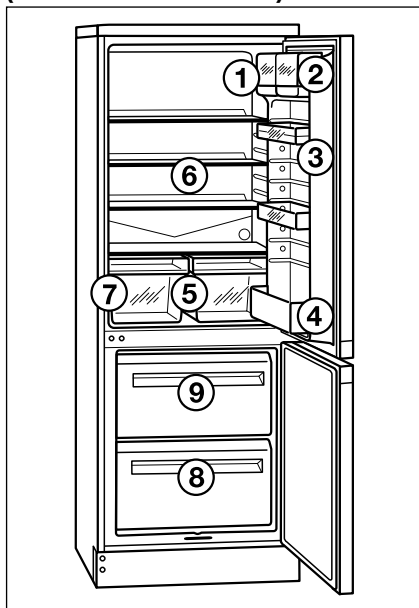
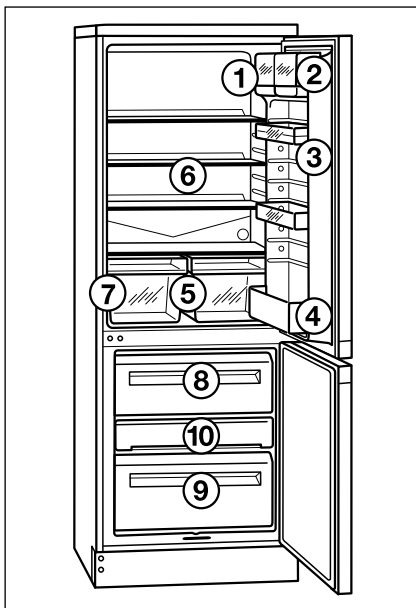

Fig. 11 (met no-frost mechanisme)
Fig. 12 (zonder no-frost mechanisme)
- ☐ Plaats de in te vriezen levensmiddelen in de speciaal daarvoor bestemde lade/korf (zie ook hoofdstuk “Beschrijving van het apparaat”/**Fig. 11 en Fig. 12**).